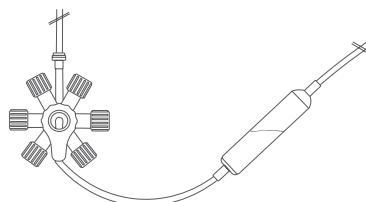

Abb. 1. Entlüftung der Tropfkammer
8. Halten Sie die Tropfkammer (8) kopfüber und positionieren Sie sie auf gleicher Höhe wie das RondelO, öffnen Sie die Rollklemme (9) des IV-Sets und füllen Sie die Tropfkammer wie in (Abb. 1) dargestellt.